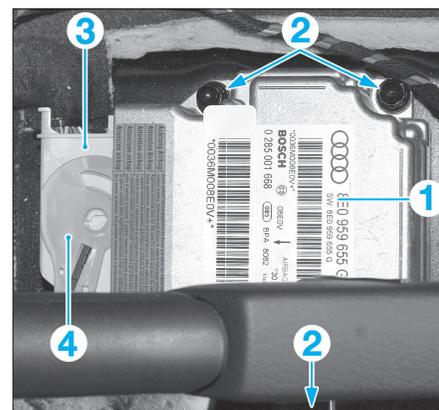

Fig. 9
- Rabattre l'étrier de sûreté (4) au niveau du connecteur (3) (Fig.9).
- Débrancher la fiche (3) du calculateur (1).
- Dévisser les vis (2).